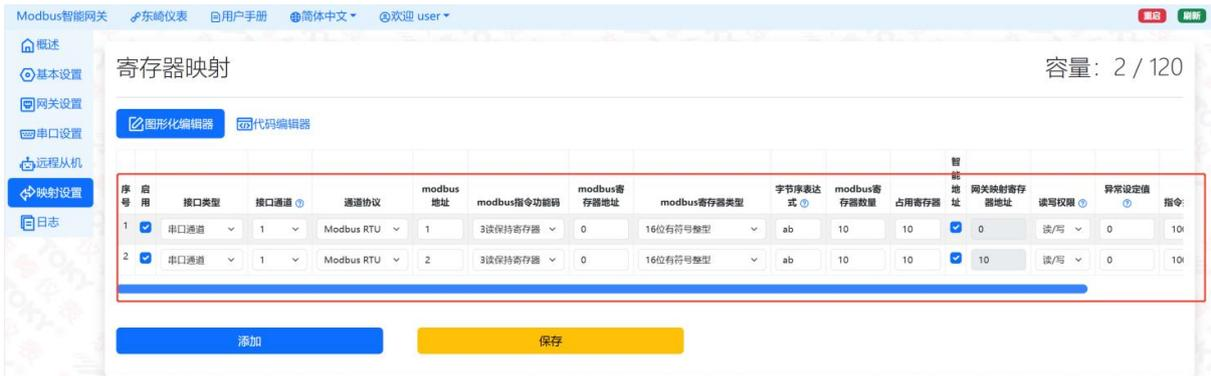

图 17 寄存器映射设置
⑤点击映射设置，点击两次添加，设置参数如图17所示，设置完毕后点击保存。